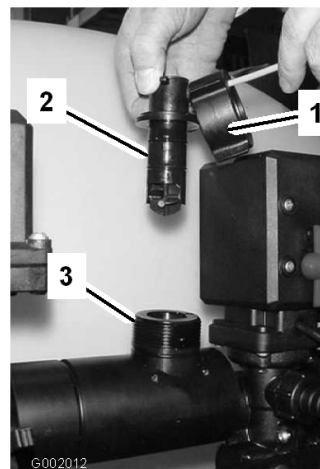

図 73
- フローメータのボディーについているリテーナ・キャップを取る(図 73)。